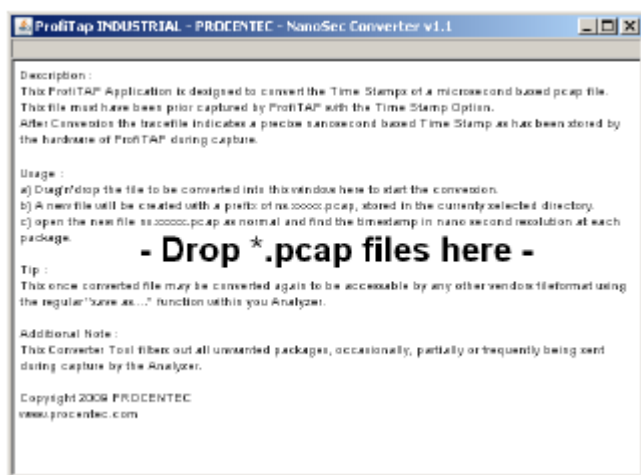

図 4
(1) User setup にて、「Enable TimeStamp」にチェックを入れます。
(2) Wirshark をスタートさせます。Interface は「USB2.0 to Gigabit Ethernet Adapter」を指定して、メッセージをキャプチャします。
(3) 集めたメッセージを「Save as」で保存します。(****.pcap のファイルが保存されます)
(4) NanoSec Converter のショートカットをクリックして、プログラムをスタートさせます。図 4 の画面が出てきます。
(5) 保存した「****.pcap」のファイルを、NanoSec Converter の画面(図 4)上にドラッグします。